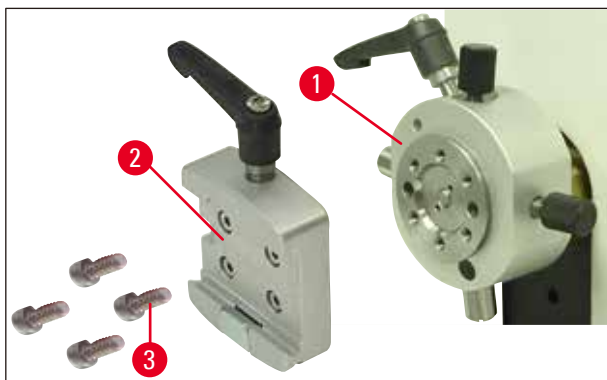

図 9
2. 試料クランプホルダーからダブルテール式ソケット(→ 図 9-2)を外します(→ 図 9)。そのためには 4 本のネジ(→ 図 9-3)をサイズ 3 のハンドル付き六角レンチ(→ 図 10-1)で緩め、外します。